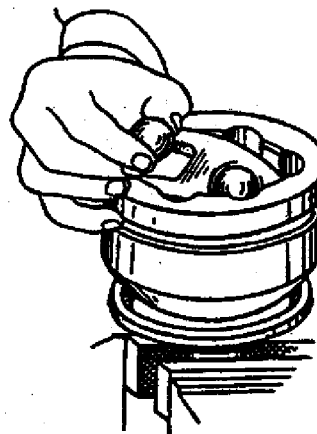

Fig. 3-78. Extração das esferas da gaiola.
11. Fixar o corpo da articulação em uma morsa, conforme indicado na fig. 3-78. Inclinar o aro interno e a gaiola, de modo que uma das esferas saia o máximo possível do interior da ranhura do corpo da articulação. Utilizando-se de um estilete de material macio, extrair a esfera do interior da gaiola (fig. 3-78).